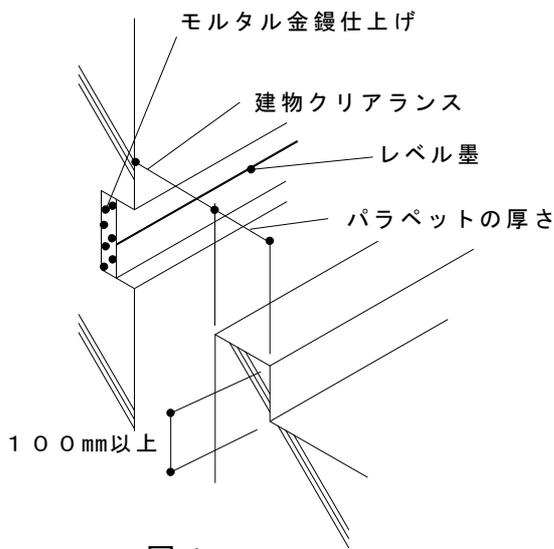

図 1
1. EXP. J取付部のパラペット高さは、カバーと他の金物等の干渉と地震可動時パラペットとの干渉をなくすため図1のように100mm以上の段差を確保してください。